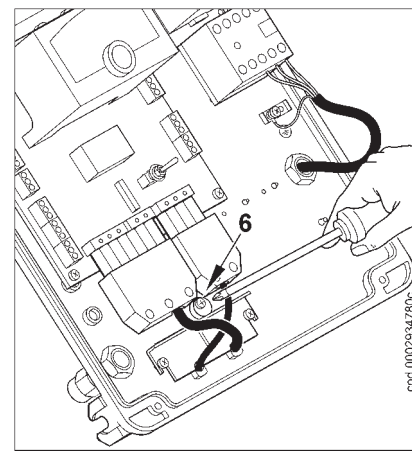

Рисунок 3
- 3) Поместите пластинку кабельного зажима, как указано на рис. 3. Поверните эксцентрик "6" так, чтобы пластинка зажима придавила должным образом на два провода. Теперь можно затянуть винты, фиксирующие пластинку зажима. Наконец, соедините два разъёма: 7-штырьковый и